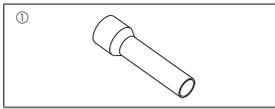

Fig. 1-1
1.5. Accessori dell'unità esterna (Fig. 1-1) (SW160, 200)